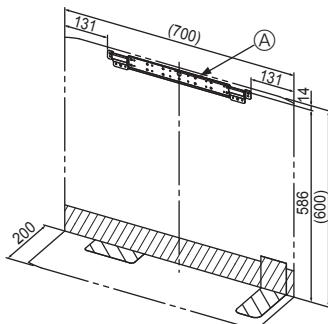

Fig. 3-1
- Installez solidement le support sur la structure murale (goujon, etc.). (Fig. 3-1)